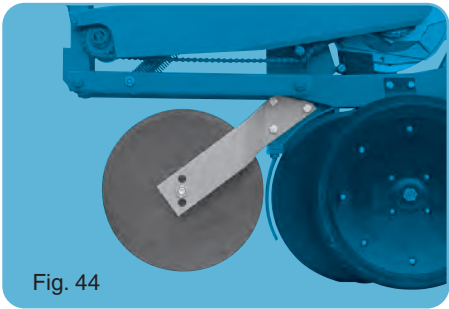

Fig. 44
- Smooth disc Ø 350 (fig. 44).
- Disc plan diam. 350 (fig. 44).
- Krój o średnicy 350 mm (fig. 44).
- Дисков нож Ø 350 (fig. 44).